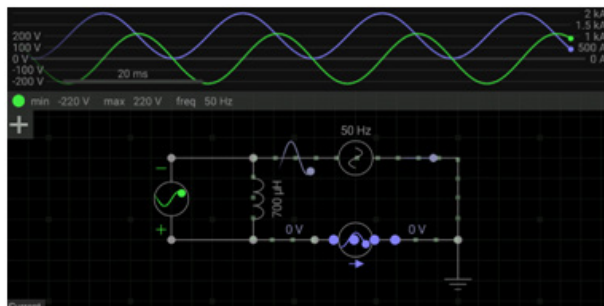

图2
2. 仿真研究。如图2所示,在纯电感电路模拟仿真中,将电感串联到220V、50Hz的工频交流电源中。学生通过对电感两端电压和通过电感电流的仿真测量结果,可以非常直观地看出电流与电压的方向均往复变化,且电压的初相位比电流超前 $\frac{\pi}{2}$,再结合向量